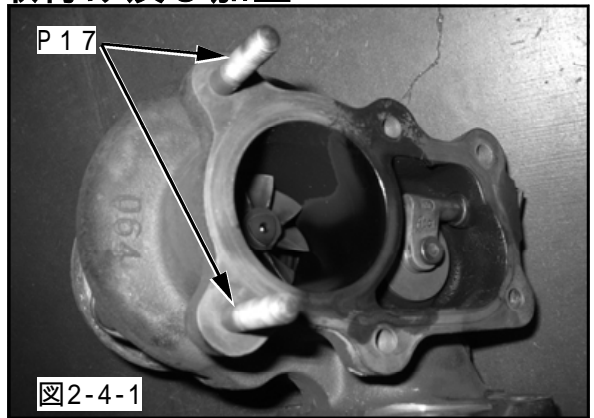

図2-4-1
- (1)スタッドボルトM8をターボチャージャAssyに取付けてください。(図2-4-1)